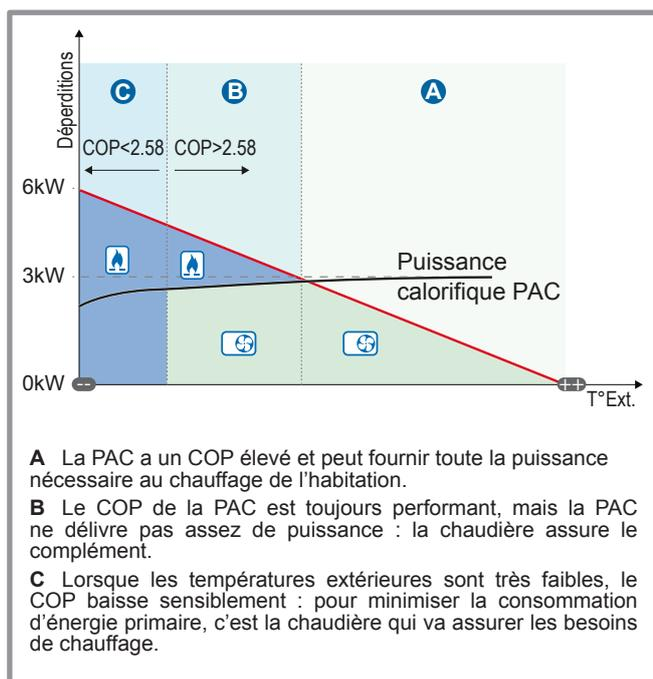

figure 10 - Principe de fonctionnement mode chauffage
- En fonction de la température extérieure, la régulation choisit le mode de fonctionnement minimisant la consommation d'énergie primaire (voir figure 10, page 13).